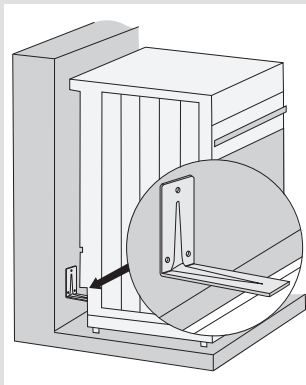

рис. 1
- Акуратно підніміть кріплення на правій і лівій стороні дверцят (позначка 1 на кріпленнях) та потягніть їх від скла (позначка 2 на кріпленнях) (див. Рис. 1)
- Повністю відкривши дверцята духовки, розверніть петлі назад (рис. 1)
- Розмістіть короткий кінець відгочка відповідно до позначки на стіні. Довший кінець кронштейна повинен торкатися верхньої поверхні профілю в задній частині приладу (рис. 1).